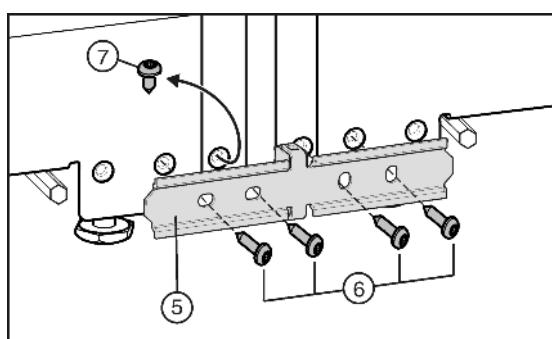

Fig. 6
- ▶ Если ваше устройство оснащено предварительно смонтированным винтом *Fig. 6 (7)*: Выкрутите винт.
- ▶ Установите соединительный лист *Fig. 6 (5)* и закрепите его на одном устройстве с помощью двух винтов *Fig. 6 (6)*.